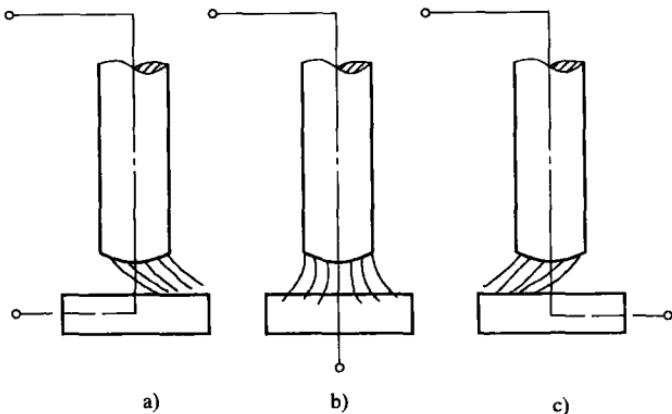

图 1-7 焊件电缆位置对磁偏吹的影响
**说明：**当连接焊件的焊接电缆不在焊条轴线的下方时，会产生磁偏吹，如图 1-7 所示。当连接电缆在焊条的左侧时，电弧偏向右方，见图 1-7a；当连接电缆在焊条的右侧时，电弧偏向左方，见图 1-7c；当连接电缆在焊条轴线的正下方时，则不产生偏吹，见图 1-7b。